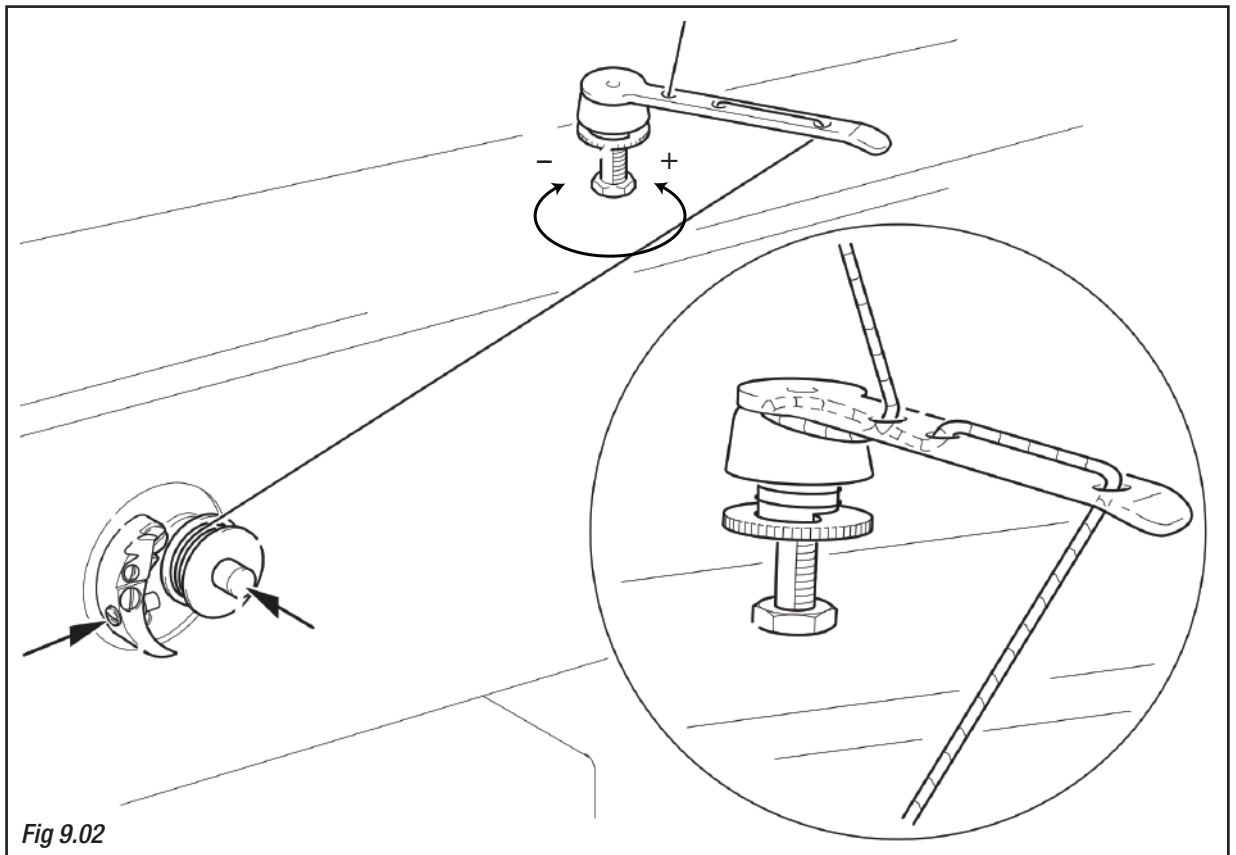

Fig 9.02
- Infilare il filo come da **fig. 9.02** e avvolgerlo alcune volte in senso orario sulla spolina **1**.